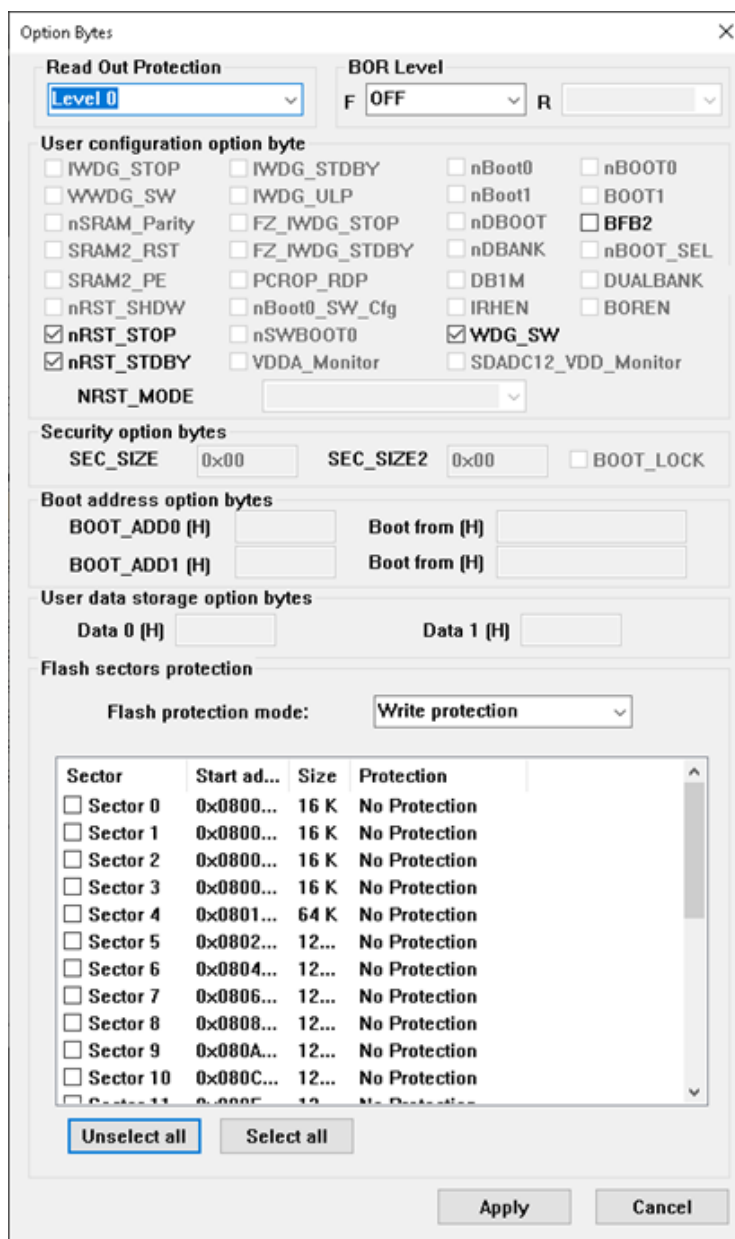

Рисунок 24
- 3.3.3 В окне программы зайдите в меню «Target > Option Byte» и выберите там настройку «Level 0» (рисунок 24), затем нажмите «Apply».